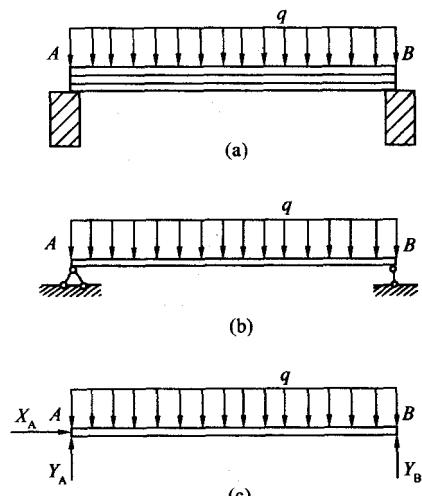

图 1-1-15
**【例 1-1-2】** 试画出图 1-1-15 (a) 所示搁置在墙上的梁的示意图。
**【解】** 图 1-1-15 所示的梁，可按一端为固定铰支座，另一端为可动铰支座考虑，称之为简支梁。
(1) 取  $AB$  梁为研究对象。